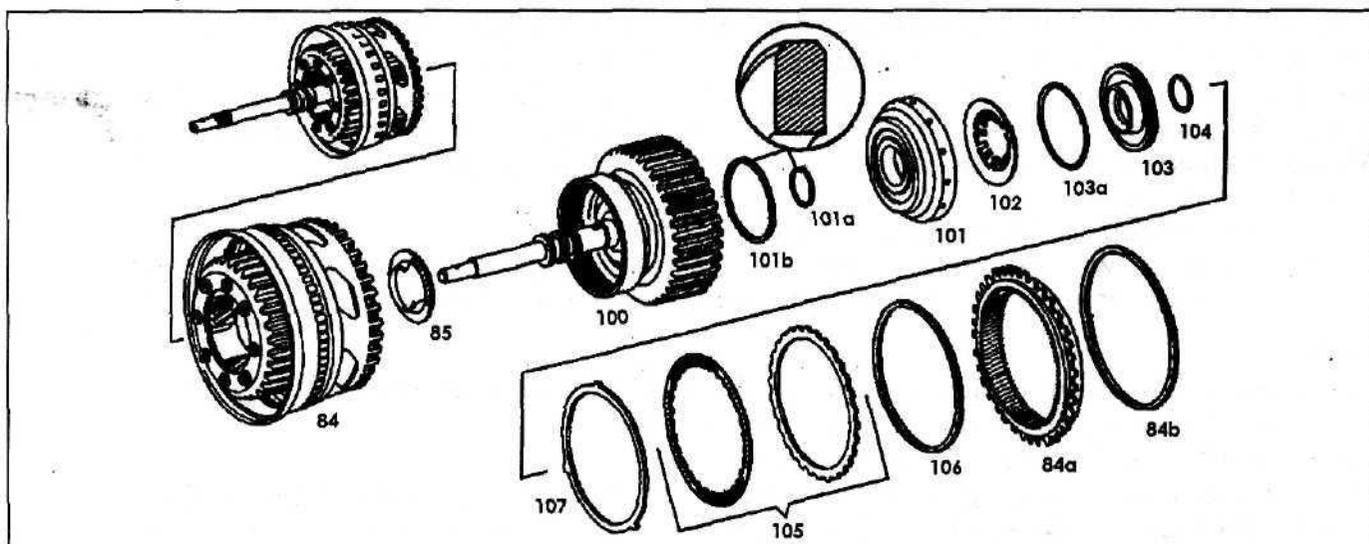

Рис. 69. Водило переднего планетарного ряда.
1. Установите поршень (101) во внешний барабан. Проверьте уплотнительные кольца (101a и 101b) и в случае необходимости замените их. Правильная установка уплотнительных колец показана на рис. 69.
2. Установите тарельчатую пружину (102) и упругое кольцо (103). Конусная часть тарельчатой пружины (102) должна быть направлена в сторону упругого кольца (103). Проверьте уплотнительное кольцо (103a) и в случае необходимости замените его.
3. Установите на упругое кольцо (103) приспособление (076) и надавите на него так, чтобы можно было свободно установить стопорное кольцо.
4. Установите стопорное кольцо (104).
5. Установите тарельчатую пружину (107) и комплект фрикционных дисков блокировочной муфты K2.
6. Установите стопорное кольцо (106). Измерьте и отрегулируйте путем подбора толщины стопорного кольца зазор в блокировочной муфте K2. Количество дисков в блокировочной муфте K2 зависит от мощности двигателя, для работы с которым предназначена данная трансмиссия. В зависимости от количества дисков в блокировочной муфте K2 устанавливается соответствующий зазор (см. таблицу "Величина зазора в блокировочной муфте K2").